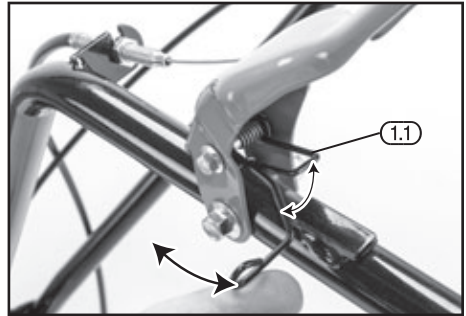

FIG.19
10.3 CLUTCH OPERATION - FIGS. 19 - 20